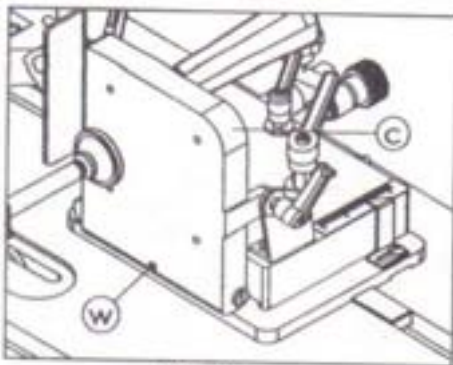

FIGURE 6
3. Le plateau de support vertical (C), figure 6, étant ajusté à 90° par rapport à la table, serrez la vis de réglage (W) jusqu'au bout.